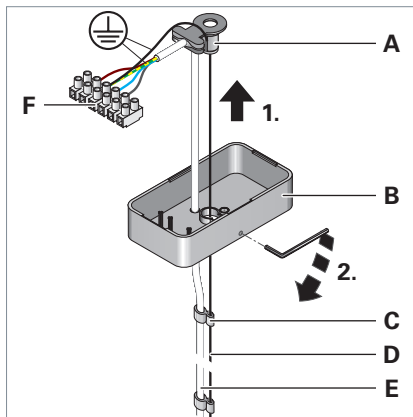

Fig. 8: Montaggio del rosone.
- ▶ Spingere il rosone **B** sulla fune metallica **D** e sul cavo di collegamento **E** verso l'alto, vedi Fig. 8.